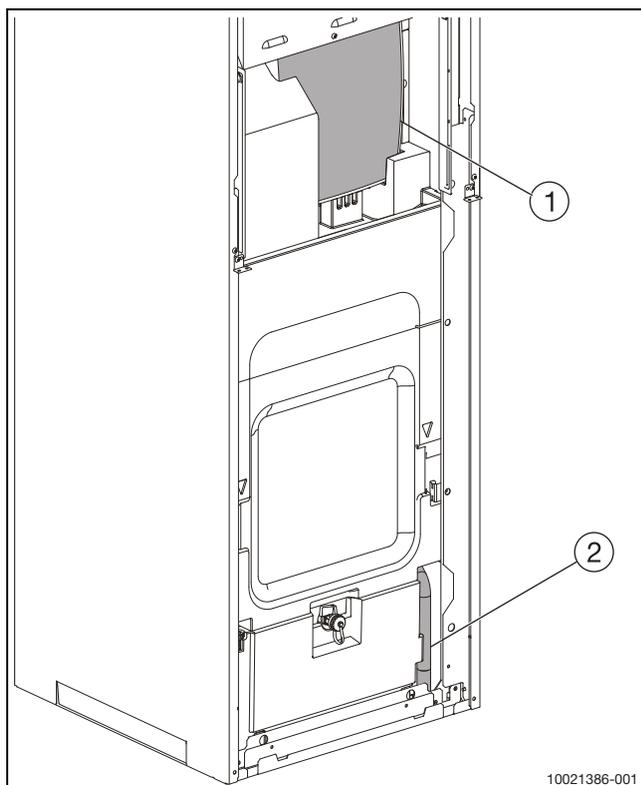

Fig. 12 Vue avant du tuyau d'écoulement
- ▶ Raccorder le tuyau d'évacuation et la soupape de sécurité à une évacuation (voir fig. 12 et 13).
- Raccorder le tuyau d'évacuation ([2], fig. 12) à une évacuation à l'abri du gel ou directement à une évacuation murale.